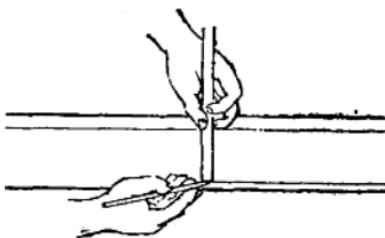

图1-5 手指定位划线法
(1) 手指定位法。按照需要的尺寸，用左手的食指或中指与拇指卡住折尺，沿木料基准面的边缘移动，右手握竹笔或铅笔紧贴着尺的顶端，跟着移动，即可划出与基准边平行的直线，见图1-5。